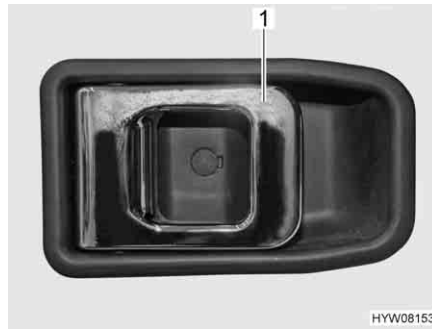

Fig. 31 Serratura porta di ingresso, interno (con chiusura centralizzata)
- Apertura:** ■ Tirare la maniglia (Fig. 31,1). La serratura della porta si sblocca o apre.
- Bloccaggio:** ■ Premere la maniglia (Fig. 31,1). La serratura della porta si blocca.